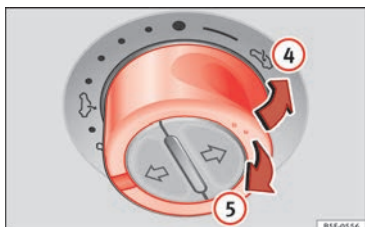

Fig. 12 Dans le ciel de pavillon : appuyer sur la commande et tirez-la pour lever et baisser le toit.
- Pivotement : poussez la commande en position »» fig. 12 ④. Pour obtenir une position intermédiaire, maintenez la commande enfoncée jusqu'à parvenir à la position souhaitée.
- Abaissement : tirez la commande vers la position »» fig. 12 ⑤. Pour obtenir une position intermédiaire, maintenez la commande enfoncée jusqu'à parvenir à la position souhaitée.